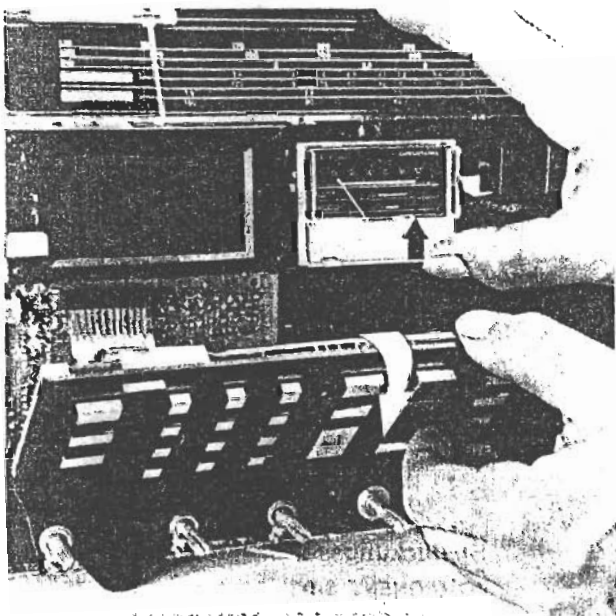

Abb. 2
1. Rastnase in Pfeilrichtung drücken und Tastenplatte aus der Halterung nehmen (Abb.2)